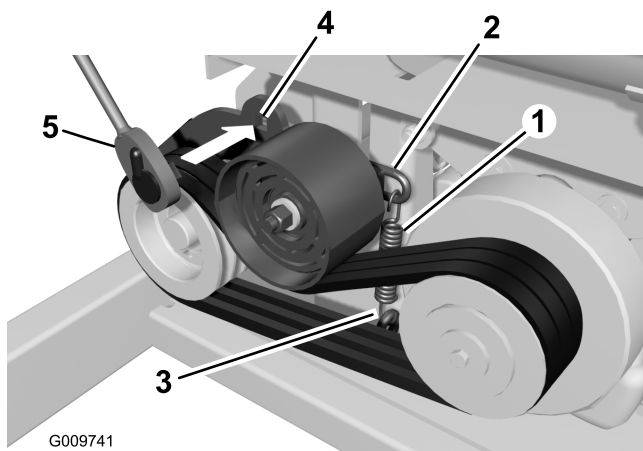
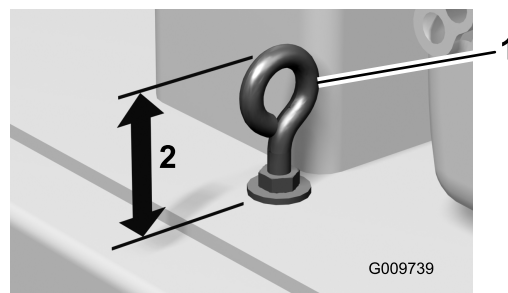

Figura 55
Figura 58
2. Controllate le condizioni della cinghia (Figura 55).
- B. Per allentare la tensione della cinghia, inserite una chiave a tubo nel foro quadrato nel braccio tendicinghia e ruotate la chiave verso l'alto (Figura 55).
4. Per aumentare la tensione della molla aumentando anche la tensione della cinghia, accorciate l'altezza del bullone ad occhio allentando il dado del bullone ad occhio superiore e serrando il dado inferiore (Figura 55 & Figura 58).